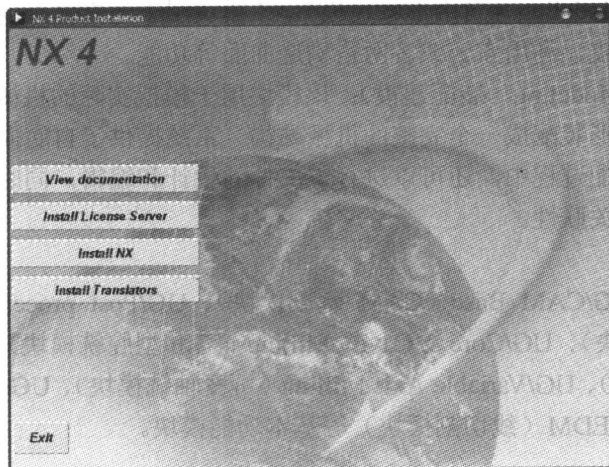
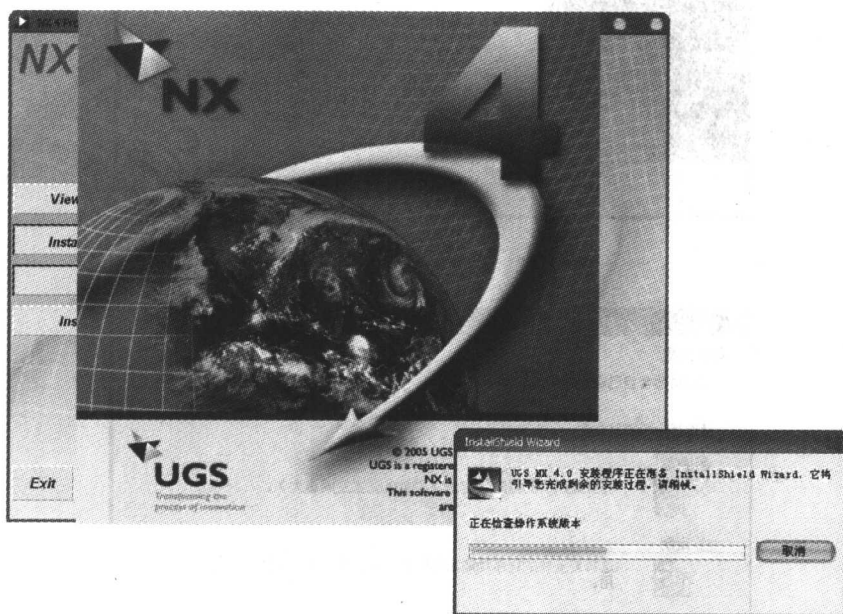

图 1-1 欢迎安装界面
图 1-10 安装 UG 欢迎界面
- 系统出现如图 1-1 所示的欢迎安装界面。
- 重新在如图 1-1 所示界面中选择【Install UG】按钮，系统弹出如图 1-10 所示的欢迎界面。